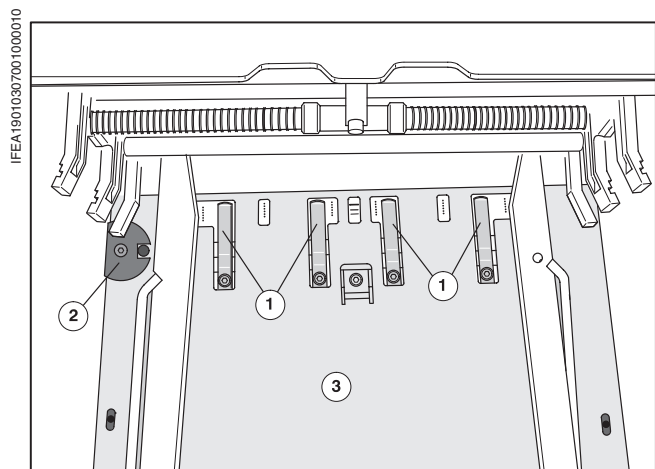
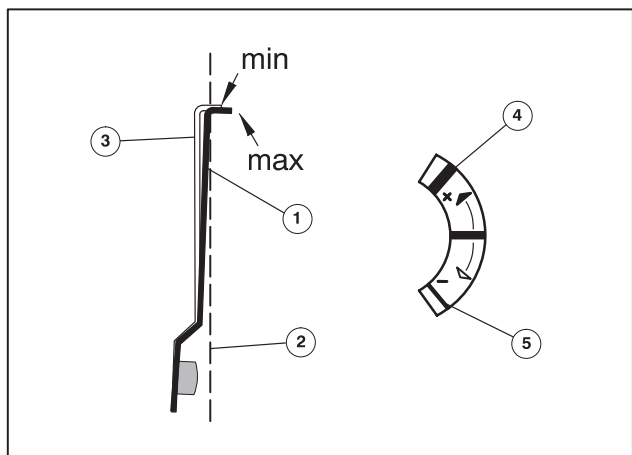

Рис. 5 Отделители листа
Рис. 6 Настройка отделителей листа
Для надежного разделения листов необходимо отрегулировать 4 отделителя листа (Рис. 5/①) на передней кромке листа в соответствии с печатным материалом (см. также таблицу в разделе "Настройка направляющих листов" в конце настоящей главы").
Тонкий = позиция "max"	Рис. 6/⑤: в сторону -, по часовой стрелке
Плотный = позиция "min"	Рис. 6/④: в сторону +, против часовой стрелки
- Инструментом печатника отрегулировать установочную шайбу (Рис. 5/②) на печатный материал. **Толстый печатный материал:** отставить пружины от передней кромки листа (Рис. 6/③), **тонкий печатный материал:** поставить пружины на переднюю кромку листа (Рис. 6/①).
Отделители листа (Рис. 6/①) должны выступать лишь настолько, чтобы **передняя кромка стапеля** (Рис. 6/②) лишь прилегала к пластинке (Рис. 5/③).